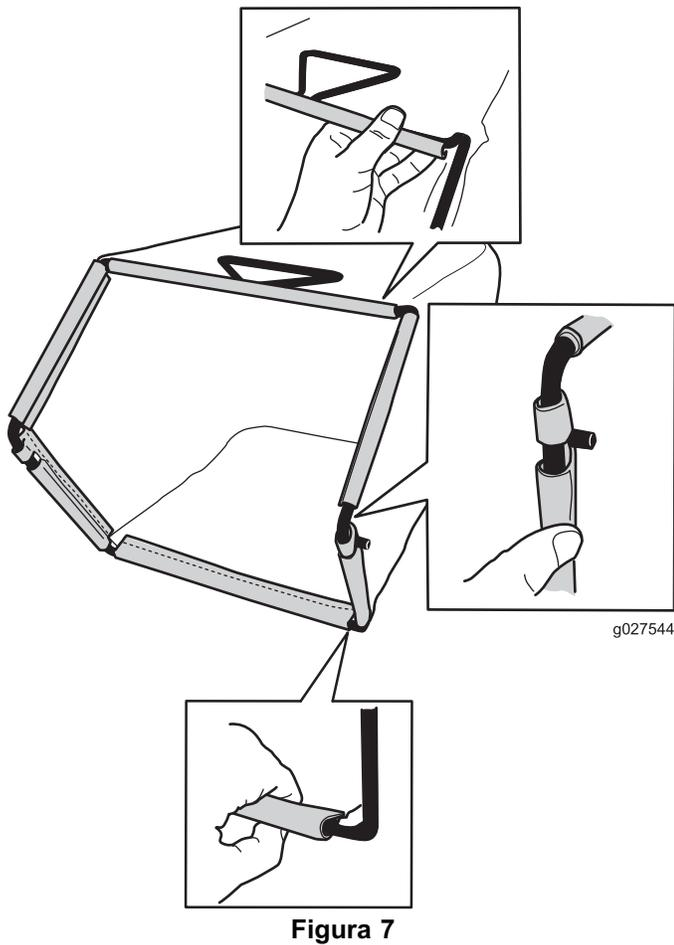

Figura 7
2. Enganche el canal inferior de la bolsa en la parte inferior del bastidor (Figura 7).
- (2)
3. Enganche los canales superior y laterales de la bolsa en la parte superior y en los laterales del bastidor, respectivamente (Figura 7).